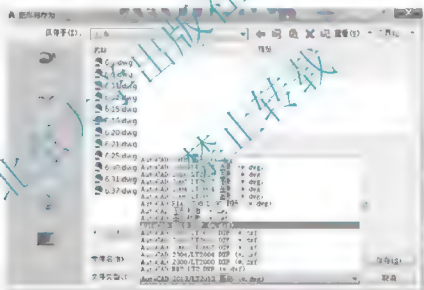

图 6.77 AutoCAD 保存的格式类型
(1) 执行菜单栏中的【视图】|【三维视图】|【西南等轴测】命令, 使视图成为轴测视图。
(2) 执行菜单栏中的【文件】|【另存为】命令, 在弹出的【图形另存为】对话框中打开【文件类型】下拉列表, 里面有 AutoCAD R12/LT2 ~ AutoCAD 2018 7 个版本的 DXF 格式, 如图 6.77 所示。